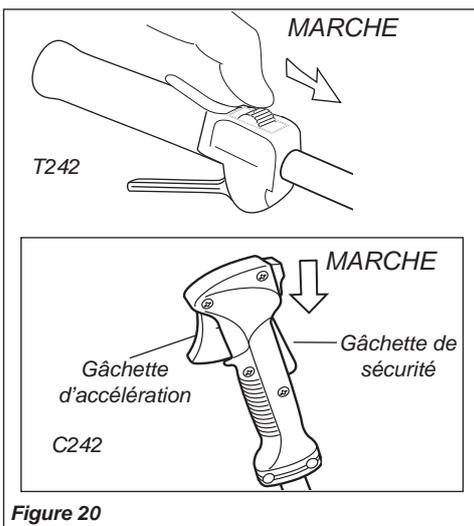

Figure 20
1. Glisser l'interrupteur d'allumage dans la position « I » (MARCHE). Voir la figure 20.